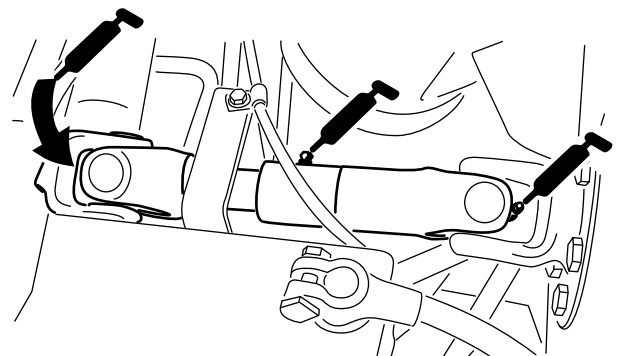

Figura 64
- Junta em U do veio propulsor da bomba (3) – Figura 64